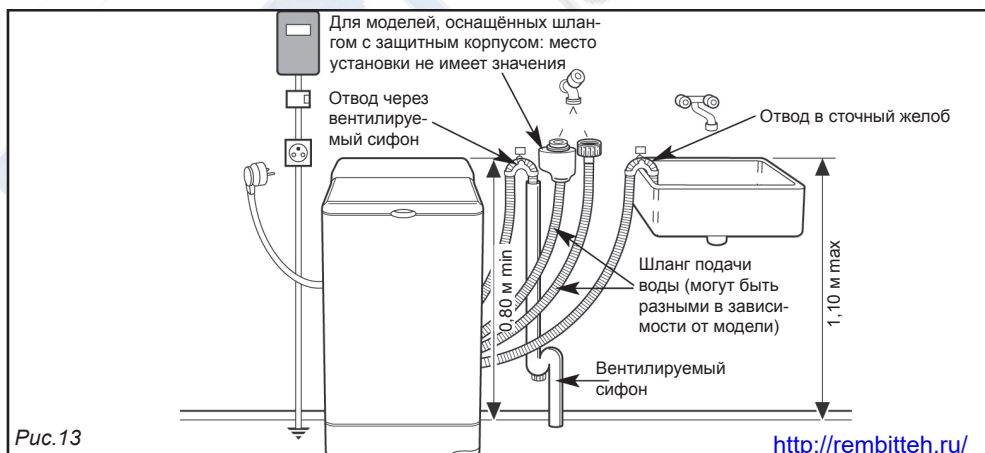

Рис. 13
• **Подача холодной воды** (Рис. 13):
(Рис. 13):
• **Слив использованной воды** (Рис. 13):